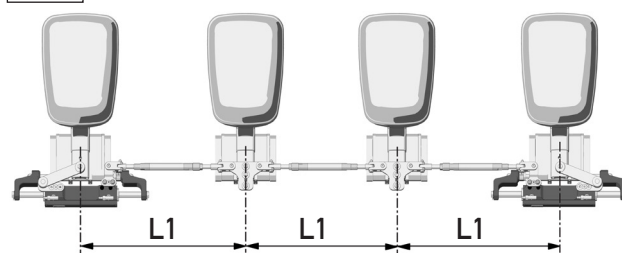

FIG. 2
- motori esterni convergenti fig. 2